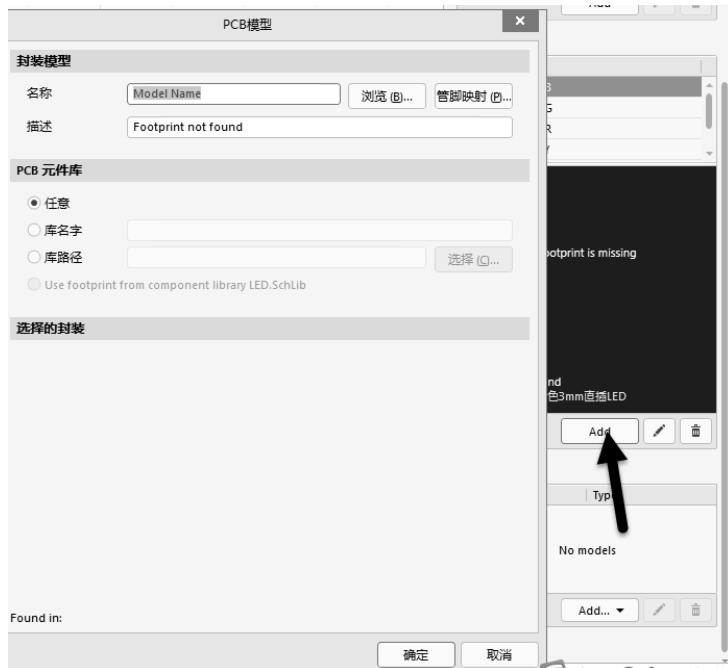

图 6-56 为元件库添加相对应的 PCB 库
(4) 按照前文提到过的创建元件和创建 PCB 封装的方法，创建电阻元件，分别在元件库和 PCB 库中添加库元素，如图 6-56 所示。